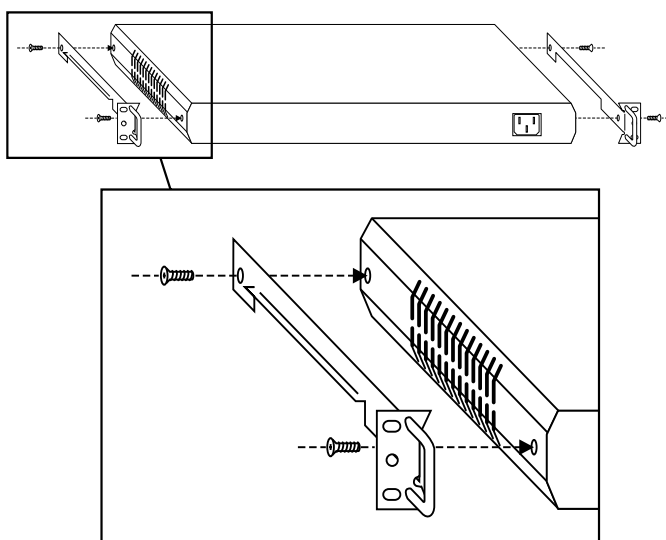

図 1.13 ガイドハンドルの取付け
- 2) ハブの本体にガイドハンドルをそれぞれ取り付けます (図 1.13 を参照)。
- 4) ハブの本体にガイドハンドルをそれぞれ取り付けます (図 1.13 を参照)。